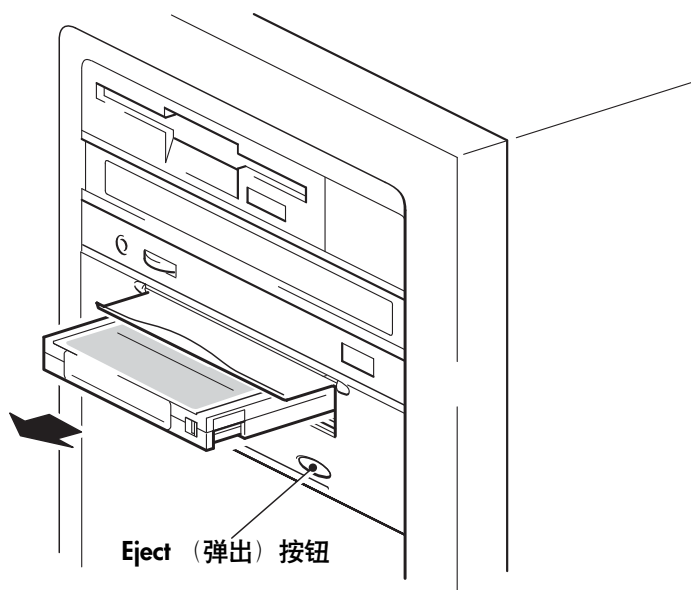

图 10b: 取出盒式磁带
- 1 按下前面板上的 Eject（弹出）按钮。（见图 10b。）